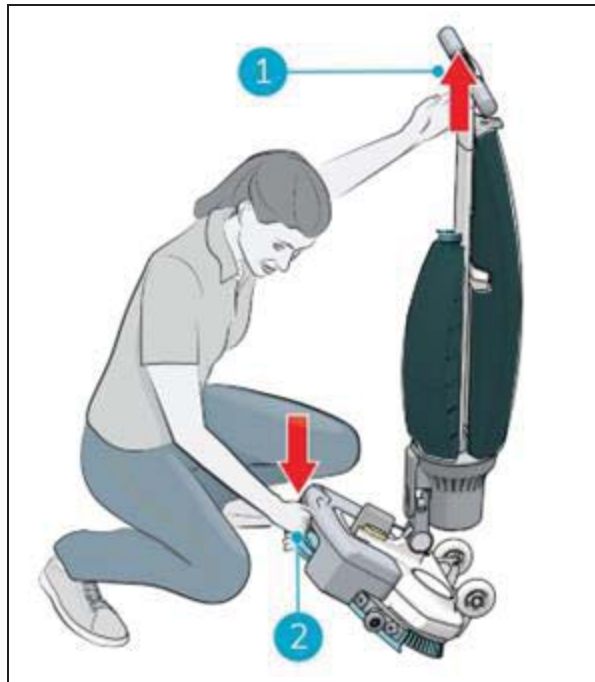

Figure 16
2. Accroupissez-vous tout en tenant fermement le plateau de brossage d'une main (Figure 16, pos 2).
3. Poussez la poignée vers l'avant avec votre autre main (Figure 16, pos 1).